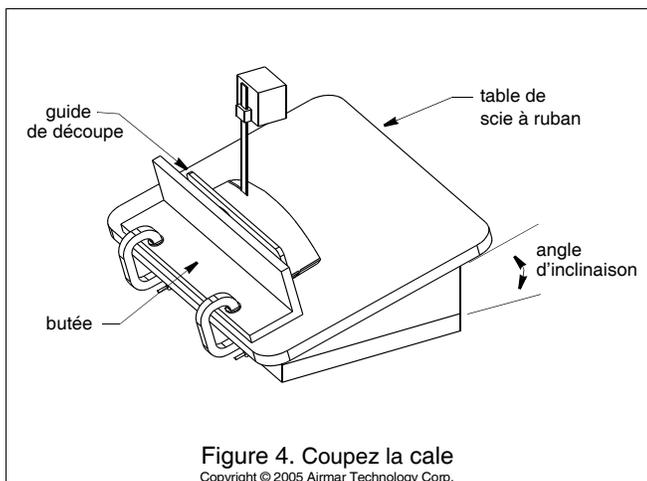

Figure 4. Coupez la cale
2. Inclinez la table de la scie à ruban selon l'angle mesuré et verrouillez la butée de coupe (voir Figure 4). Ne pas dépasser 22°.
3. Posez la cale profilée sur la table de sorte que le guide de découpe appuie contre la butée (voir Figures 4 et 5). Notez que la cale profilée est symétrique.